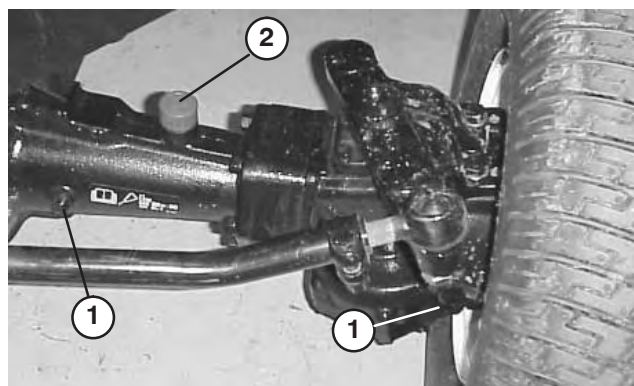

Figure 19
2. Retirez les bouchons de contrôle (3) du pont et vérifiez que le lubrifiant atteint bien la base de chaque trou (Figures 19 et 20).
3. Si le niveau est bas, retirez le bouchon de remplissage central et ajoutez suffisamment de lubrifiant pour rectifier le niveau (Figures 19 et 20).